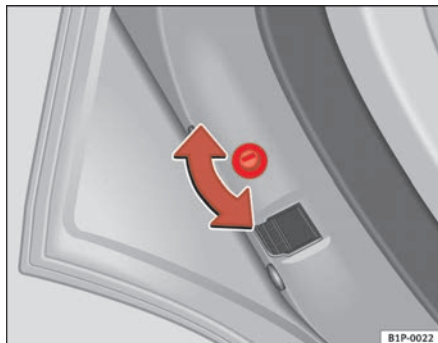
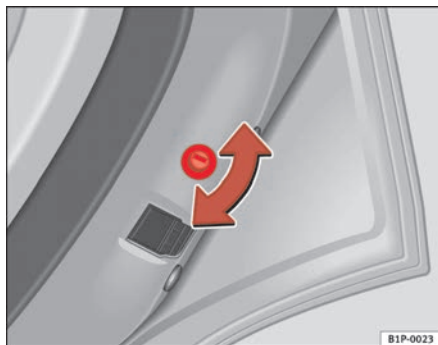

Abb. 44 Kindersicherung in der linken Tür
Abb. 45 Kindersicherung in der rechten Tür
- Drehen Sie bei geöffneter Tür den Schlitz mit dem Fahrzeugschlüssel bei der linken Tür gegen den Uhrzeigersinn und bei der rechten Tür im Uhrzeigersinn ⇒ Abb. 44, ⇒ Abb. 45.
- Drehen Sie bei geöffneter Tür den Schlitz mit dem Fahrzeugschlüssel bei der rechten Tür gegen den Uhrzeigersinn und bei der linken Tür im Uhrzeigersinn ⇒ Abb. 44, ⇒ Abb. 45.